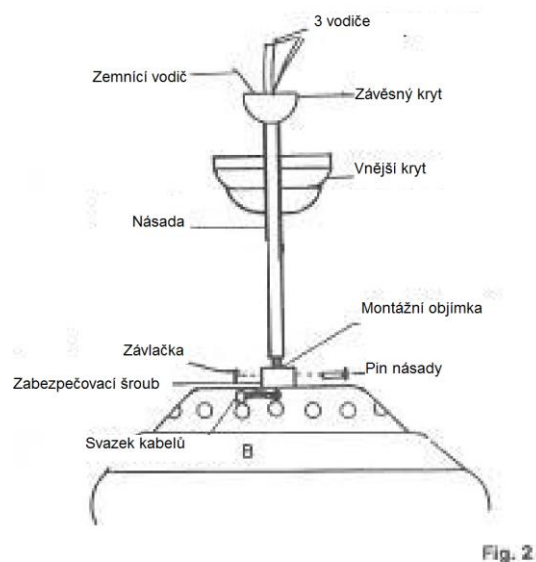

Fig. 2
### PŘIPEVNĚNÍ PRODLUŽOVACÍ NÁSADY, VNĚJŠÍHO KRYTU A KRYTU OBJÍMKY (FIG.2)
- a. Nastavte kód stejně jako na vysílači. (Fig 2)